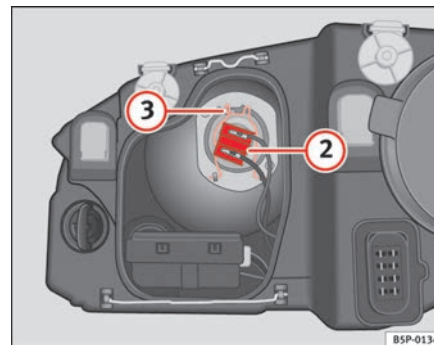

Fig. 185 Médios
- Retirar o conector ⇒ página 264, fig. 185 ② da lâmpada.
- Desengatar a mola de fixação ⇒ página 264, fig. 185 ③ pressionando-a para dentro e para a direita.